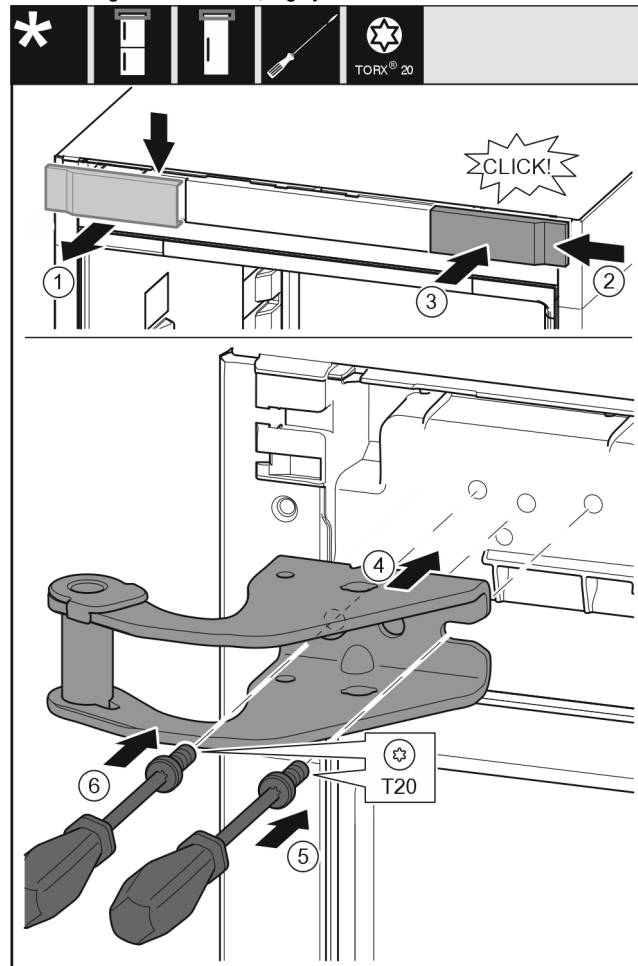

Fig. 9
- ▶ Tag afdækningen af opefter. Fig. 9 (1)
- ▶ Drej afdækningen 180°, og anbring på plads i den anden side fra højre. Fig. 9 (2)
- ▶ Sørg for, at afdækningen går i indgreb. Fig. 9 (3)
- ▶ Anbring den øverste hængselkonsol. Fig. 9 (4)
- ▶ Sæt skruen i med skruetrækkeren T20, og stram den. Fig. 9 (5)
- ▶ Sæt skruen i med skruetrækkeren T20, og stram den. Fig. 9 (6)